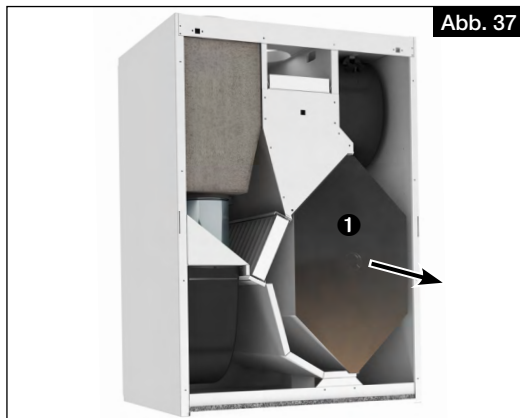

Abb. 37
3. Wärmetauscher ❶ vorsichtig aus dem Gerät ziehen (s. Abb. 37).